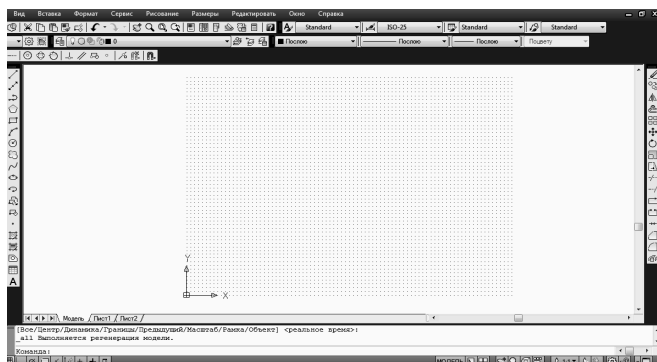

Рис. 175
4. Для отражения области формата A3 в стандартной панели активизировать пиктограмму *Показать все* . Область чертежа с выбранной сеткой отражается в центральной части рабочего пространства (рис. 175).